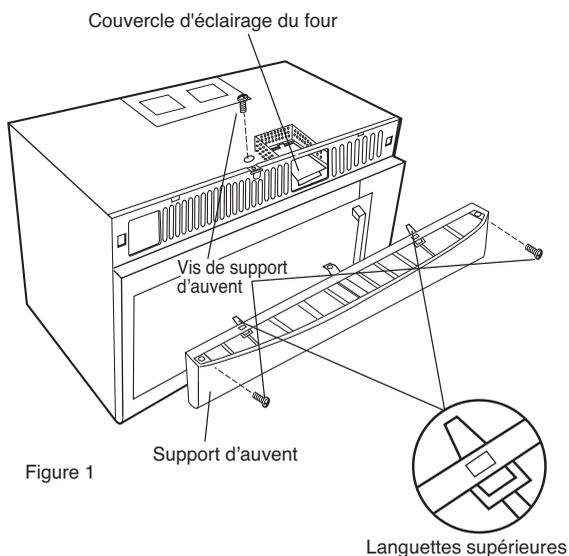

Figure 1
2. Ouvrir le couvercle de l'éclairage du four en tirant doucement sur le rebord avant. Voir figure 1.